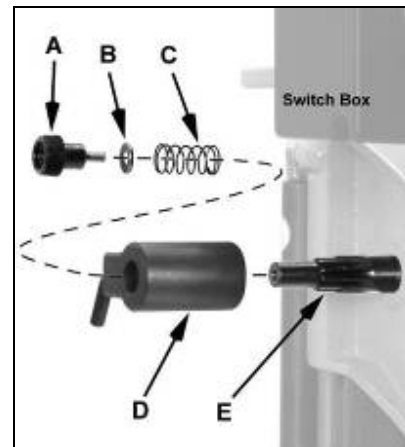

Fig 5
Pour le changer de côté, retirer la vis de blocage (A, Fig 5), la rondelle (B) et le ressort (C).